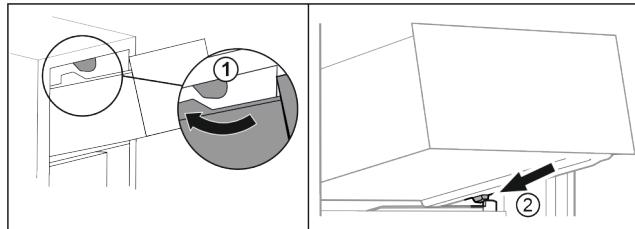

Fig. 69
- ▶ Обведите выдвижной ящик вокруг верхнего стопора. Fig. 69 (1)
- ▶ Наклоняя вниз, установите выдвижной ящик за нижние стопоры на контейнерное ребро. Fig. 69 (2)